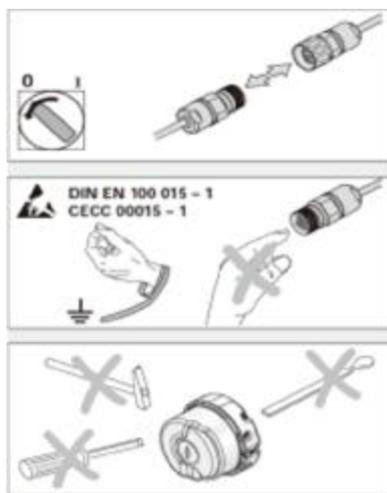

图 21 编码器安装拆卸过程注意事项
- I 安装、检查、更换编码器时必须停机、切断电源，且必须要求有资质人员进行操作，必须采取措施防止静电损害，比如佩带有效接地的静电环手环（推荐使用 3M）（P16 图 21）；